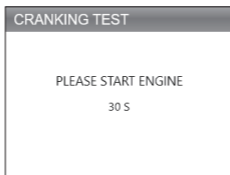

Figura 4.3.2
2. La prueba comenzará pidiéndole que arranque el motor en 30 segundos. (Ver la Figura 4.3.2)